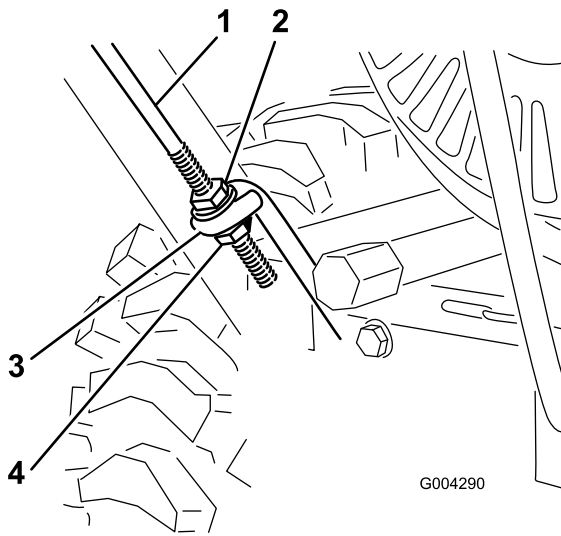

Bild 4
- Achszapfen (2)
- Kopfschrauben und Wellenscheiben (4)
- Schrauben Sie eine Bundmutter (nicht die Bundsicherungsmutter) mit dem Bund nach unten auf die Fahrtriebsstange links am Griff (Bild 4).
- Legen Sie die linke Seite des Griffs seitlich neben die Maschine und führen Sie das Ende der Fahrtriebsstange durch die Öse der unteren Fahrtriebsstange (Bild 4).
1. Drehen Sie eine Sicherungs-Bundmutter (Bundseite nach oben) auf die Unterseite der Fahrtriebsstange unter der Öse in der unteren Fahrtriebsstange ein (Bild 4).